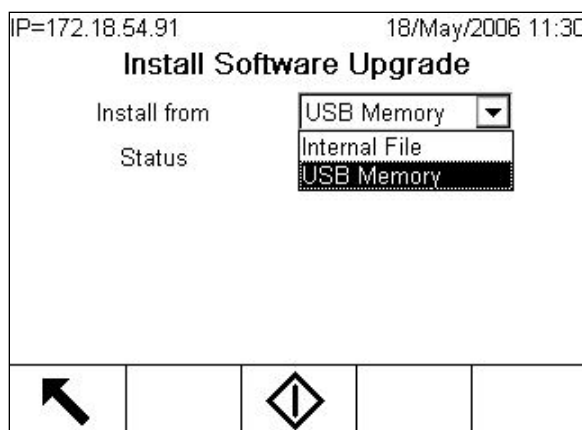

Figura 3-1: Atualização de Firmware da Memória USB
5. Selecione a caixa Instalar, e pressione ENTER, e use a tecla de seta PARA BAIXO para destacar a Memória USB, como mostrado na Figura 3-1 e pressione ENTER para fazer a seleção.